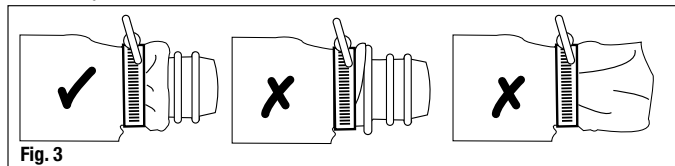

Fig. 3
- Inspeione em torno da área onde a braçadeira prende o adaptador para garantir que o tecido do capuz fique posicionado totalmente sob a braçadeira e não fique cobrindo os últimos dois cumes do adaptador, onde a traquéia é conectada. Se o tecido se estender muito além do punho, ele pode interferir na conexão do tubo de ar de respiração (Fig. 3).